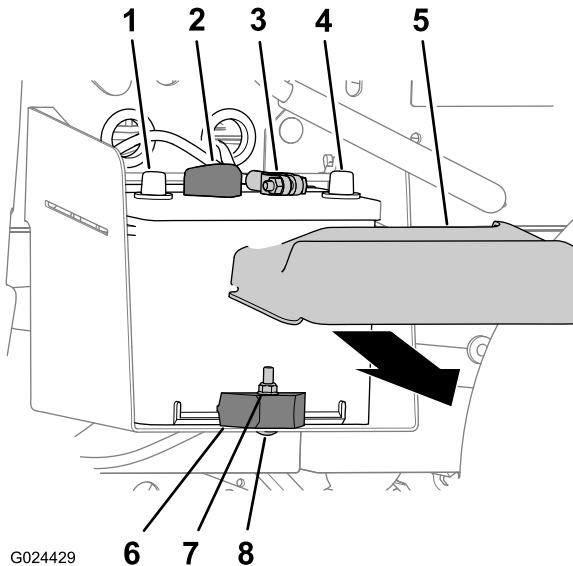

Figura 49
1. Apriete los lados de la tapa de la batería y retire la tapa de la parte superior de la batería (Figura 49).
2. Desconecte el cable negativo de la batería del borne de la batería (Figura 49).
3. Desconecte el cable positivo de la batería del borne de la batería (Figura 49).
2. Retire la contratuerca, el perno de cuello cuadrado y la abrazadera que sujetan la batería a la bandeja de la batería (Figura 49).
3. Retire la batería de su bandeja (Figura 49).
1. Alinee la batería con la bandeja de la batería de la máquina (Figura 49).
- Nota:** Asegúrese de que los bornes positivo y negativo de la batería están alineados según se muestra en Figura 49.
2. Sujete la batería a la bandeja de la batería con la abrazadera, el perno de cuello cuadrado y la contratuerca (Figura 49).
1. Conecte el cable positivo de la batería al borne de la batería (Figura 49).
2. Conecte el cable negativo de la batería al borne de la batería (Figura 49).
3. Instale la tapa de la batería en la parte superior de la batería (Figura 49).